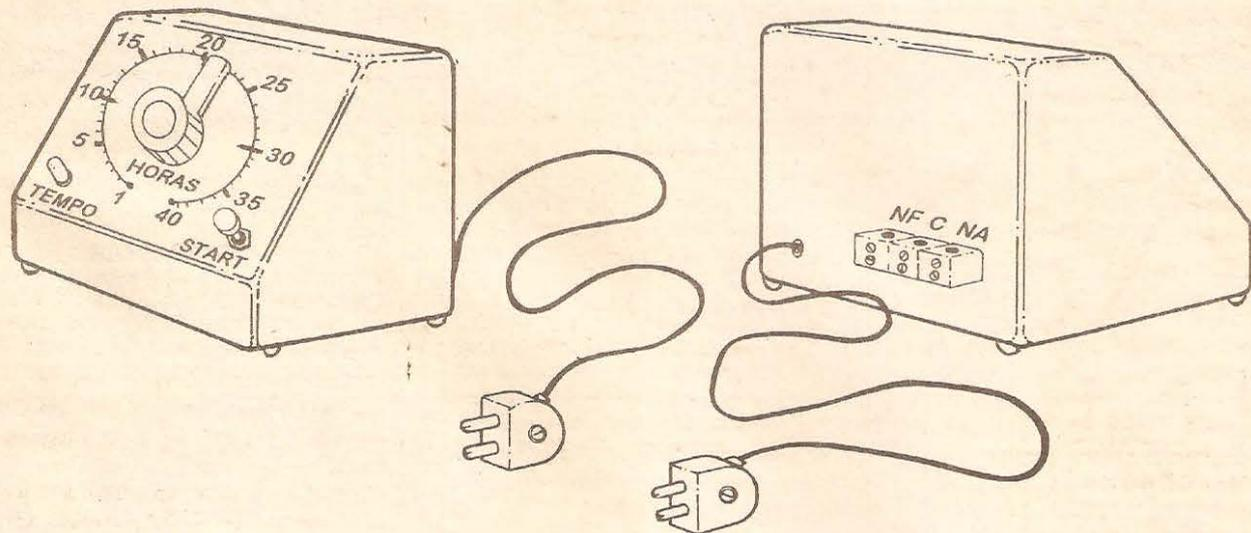

Fig.5
- FIG. 5 - ENCAIXANDO O DEMORADÃO... - Muitas são as possibilidades de acabamento e de *lay out* externo para a montagem... A figura mostra uma dessas possibilidades, utilizando-se uma caixa tipo *painel inclinado*, que tanto poderá ser confeccionada pelo próprio leitor/hobbysta, quanto adquirida pronta em varejistas especializados... Sugerimos que logo no painel frontal, além do *push-button* de início (*start*) e do LED piloto geral, fique centrado o potenciômetro, com seu eixo terminado num *knob* tipo indicador (ou acrescentada uma aleta indicadora, conforme se vê...). Em torno da sua área de giro, num arco de 270 graus, poderá ser então feita uma marcação com divisões, sobre a qual poderão ser demarcados diversos intervalos intermediários de tempo, iniciando-se em **1 hora** e indo até **40 horas** (ver o assunto **CALIBRAÇÃO**, mais adiante...). Na traseira do *container* pode ficar a saída do *rabicho* (é bom que, por dentro da caixa, seja dado um nó no cabo de força, para que um eventual e acidental esforço, externamente aplicado, não possa ocasionar o rompimento das suas conexões soldadas internas...) e o trio de conetores